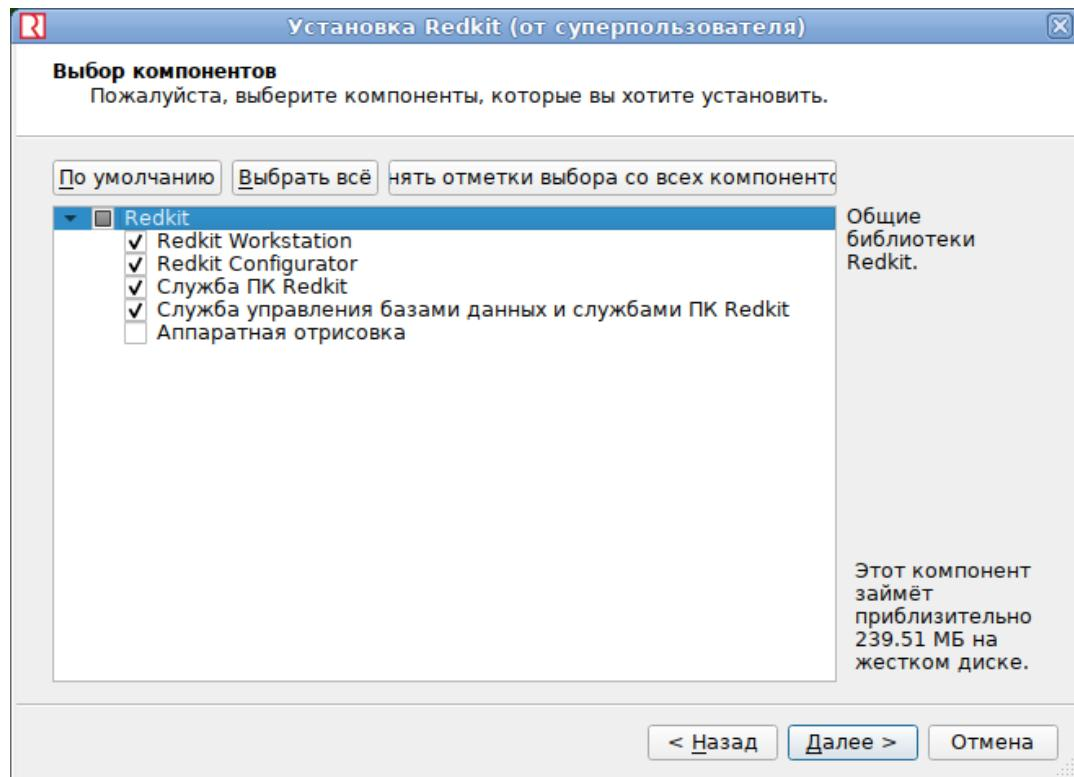

Рисунок 12 - Выбор компонентов
8. Выберите компоненты согласно Таблице 2 и нажмите "Далее" (Рисунок 12).